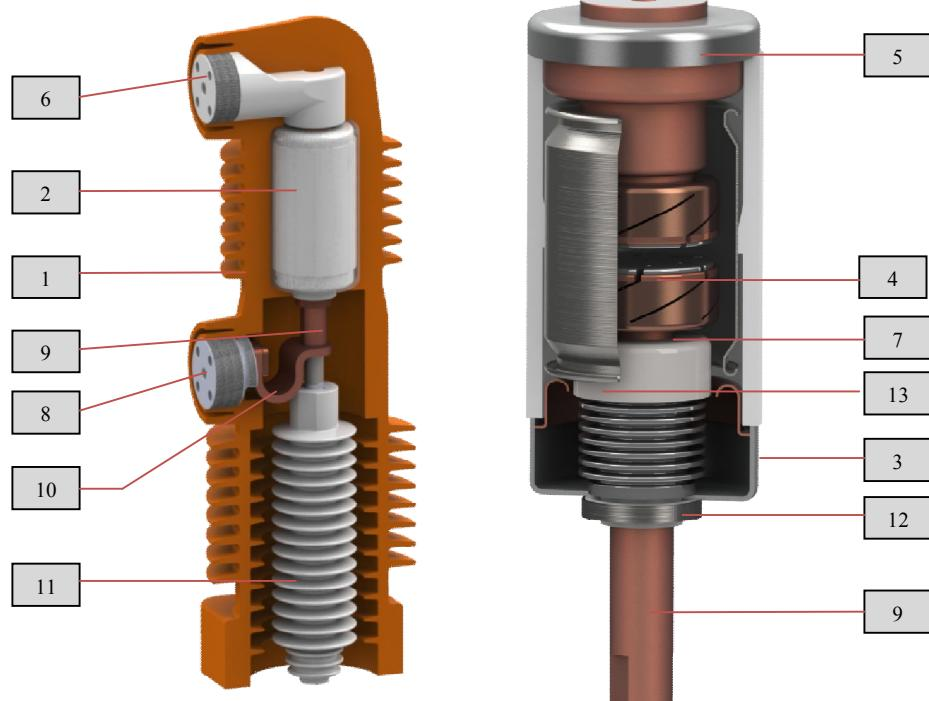

Рис. 2 Полюс главной цепи
Полюс главной цепи (рис. 2) представляет собой монолитный несущий корпус (1) из эпоксидного компаунда, внутри которого находится ВДК (2).